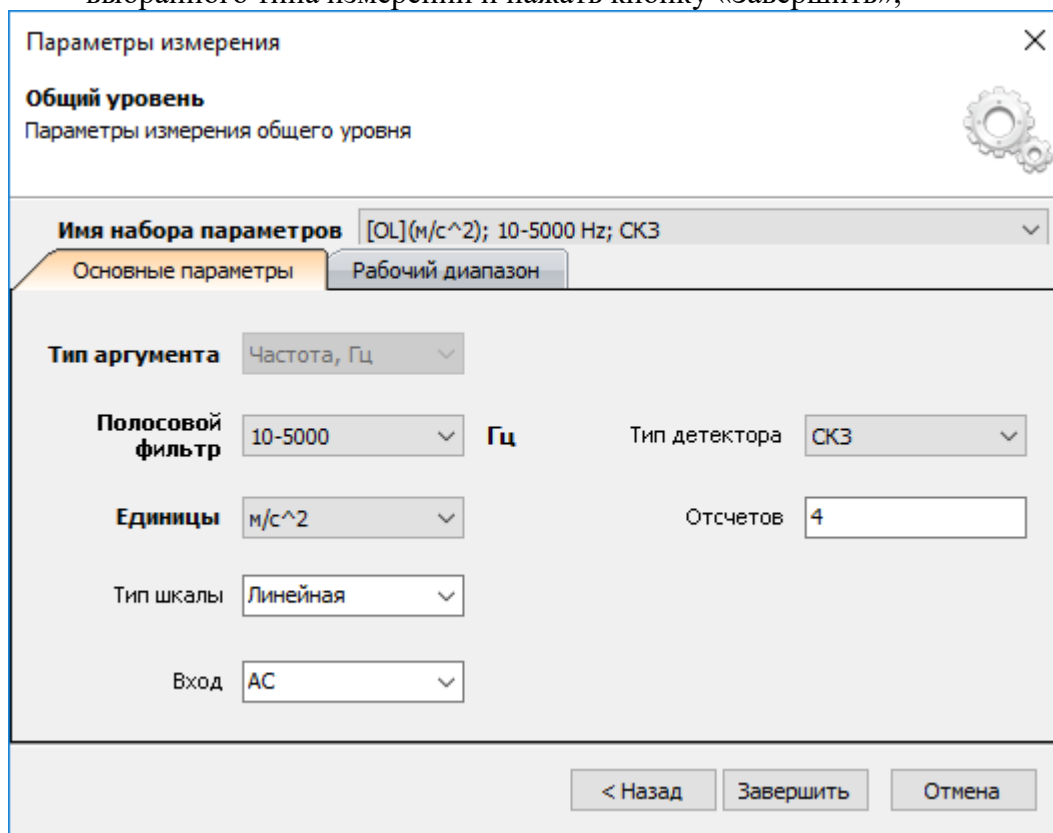

Рисунок 3.6.9
- в следующем окне (см. Рисунок 3.6.9) выставить необходимые параметры для выбранного типа измерений и нажать кнопку «Завершить»;